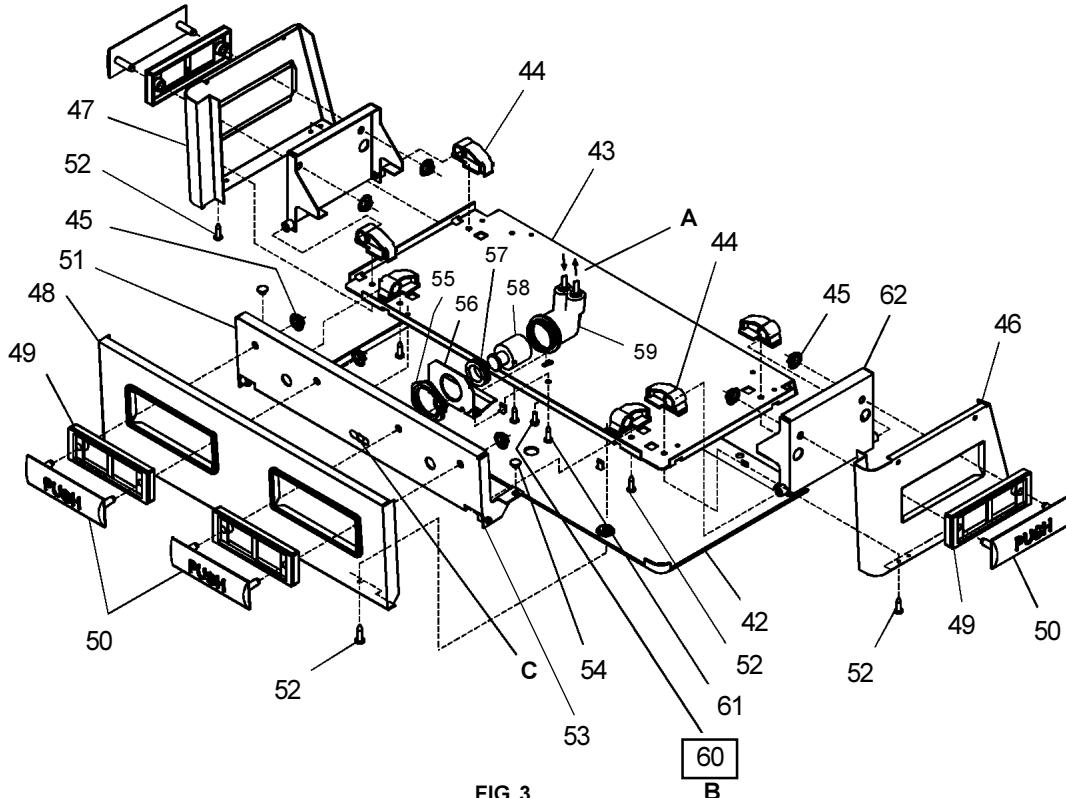

FIG. 3
- 8) Stream height is factory set at 45-50 PSI. If supply pressure varies greatly from this, readjust stream height to approximately 1-1/2" (38mm) above the bubbler guard by turning adjustment screw, accessible by removing front push panel, Item No.48 (see Fig.3 & 5).
- 9) Replace the front panel and secure by retightening four (4) screws.
- 8) La altura del chorro se determina en la fábrica a 45-50 PSI. Si la presión del suministro varía demasiado de este valor, reajuste la altura del chorro a aproximadamente 1-1/2" por encima del protector del borboteador dando vuelta al tornillo de ajuste sacando el panel frontal de empuje, Artículos 48 (vea Fig. 3 y 5).
- 9) Vuelva a colocar el panel frontal y asegúrelo apretando nuevamente los cuatro (4) tornillos.
- 8) Le niveau d'écoulement est réglé en usine à 45-50 Lb/po2. Si la pression varie beaucoup de ce point, ajustez le niveau à nouveau à environ 1-1/2" (38mm) au-dessus du protège-barboteur en tournant la vis de réglage du régulateur que l'on trouve en retirant le panneau, article 48 (voir fig. 3 et 5).
- 9) Replacez le panneau avant et fixez le en place en resserrant les quatre (4) vis.